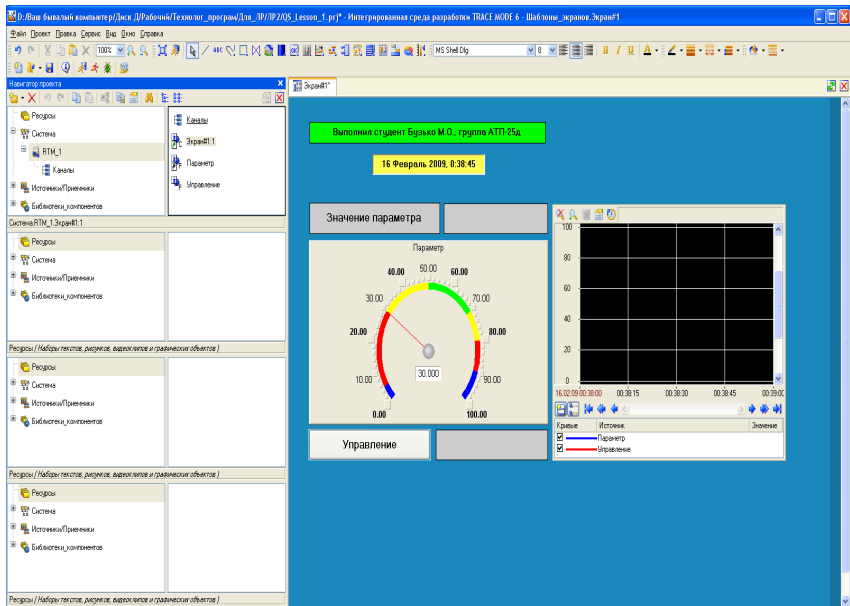

Рис. 10
- подвійним натисненням ЛК відкриємо атрибут **Заголовок** і в рядку **Текст** введемо напис **Параметр** (рис. 10);